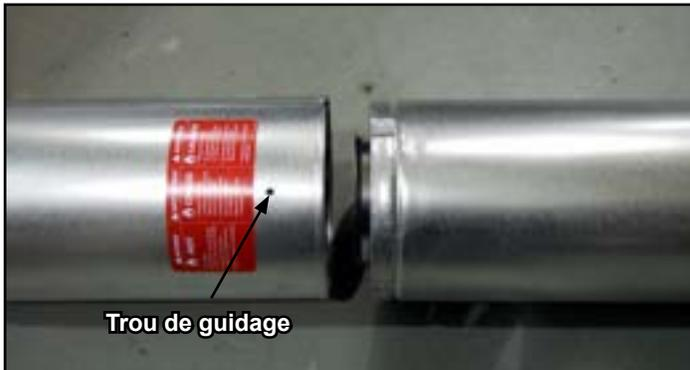

Figure 7.3 Trou de guidage de la section coulissante
- Glissez le conduit de fumée interne de la section coulissante dans le tuyau de cheminée interne de la section de conduit et le conduit de fumée externe de la section coulissante sur le conduit de fumée externe de la section de conduit. Voir la Figure 7.3.